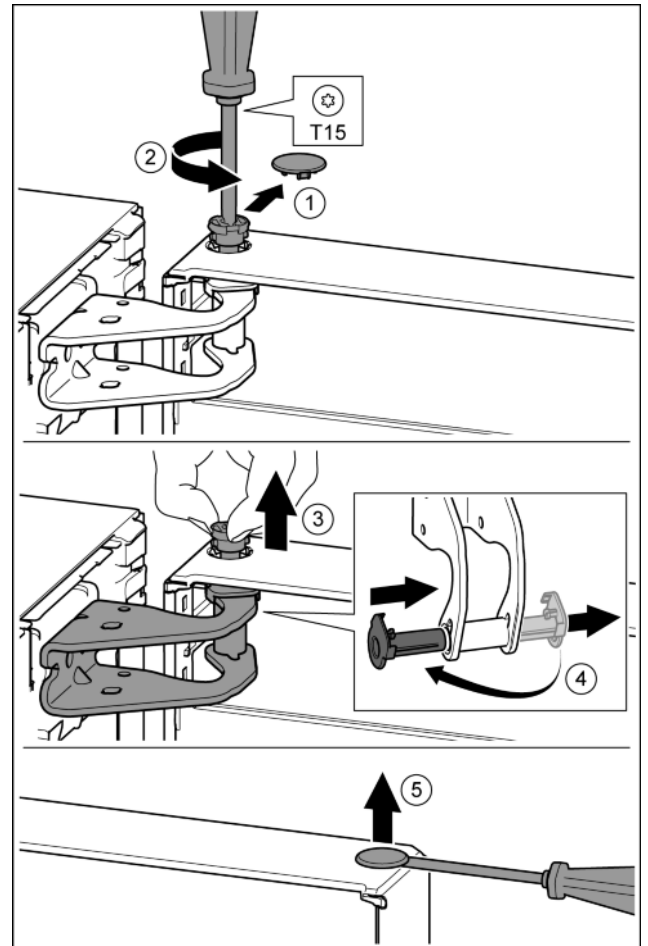

Fig. 10
- ▶ Sicherheitsabdeckung vorsichtig abziehen. Fig. 10 (1)
- ▶ Bolzen mit Schraubendreher T15 ein Stück herausdrehen. Fig. 10 (2)
- ▶ Tür festhalten und Bolzen mit den Fingern herausziehen. Fig. 10 (3)
- ▶ Lagerbuchse aus Führung ziehen. Von der anderen Seite einsetzen und einrasten. Fig. 10 (4)
- ▶ Stopfen aus der Tür Lagerbuchse vorsichtig mit einem Schlitzschraubendreher anheben und herausziehen. Fig. 10 (5)